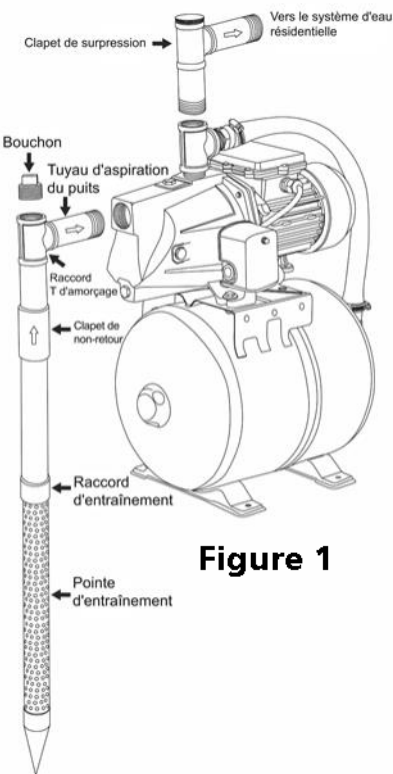

Figure 1
3. Installer un raccord en T d'amorçage avec un bouchon sur le tuyau d'aspiration de la source d'eau, comme montré dans la Figure 1. Un clapet de non retour intégré devrait également être installé sur la conduite d'aspiration se rendant vers la pompe. Installer un raccord union ou autre qui permettra la séparation aisée de la pompe de sa tuyauterie pour faciliter l'entretien. Assurer que du ruban téflon ou du composé d'étanchéité de tuyau sont bien utilisés sur tous les raccords.